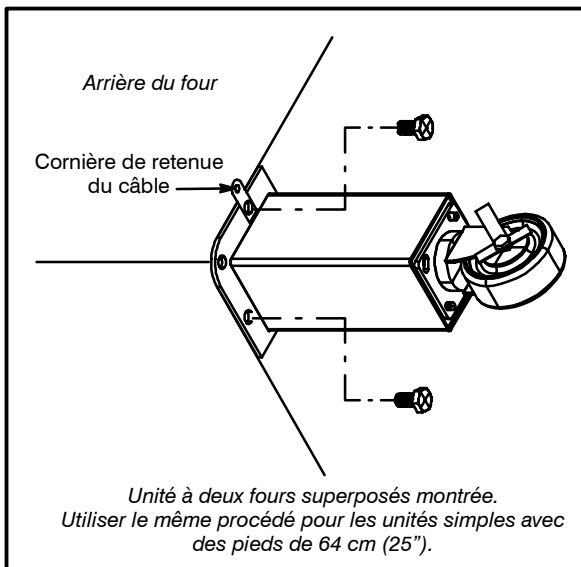

Figure 16
1. Monter la cornière fournie sur le boulon du pied juste au-dessous de l'arrivée de gaz. Voir Figure 16.